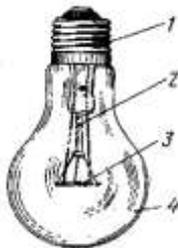

Рис.1
1. Укажите названия элементов лампы накаливания, обозначенные цифрами (рис.1).